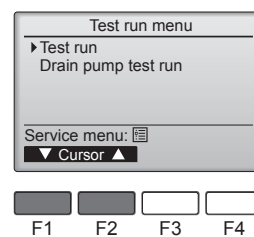

Fig. 6-4
④ Velg "Testkjøring" med [F1] eller [F2]-knappen, og trykk på [✓]-knappen. (Fig. 6-4)